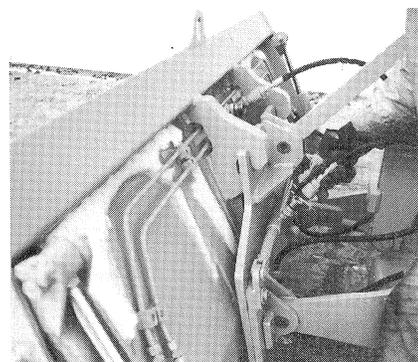

Bild 25
- (3) Wird eine Mehrzweckschaufel angebaut, muß nach Durchführung von Pkt. 1 und 2 die Hydraulikanlage der Schaufel mit der Hydraulikanlage am Wechselrahmen verbunden werden (Bild 25).